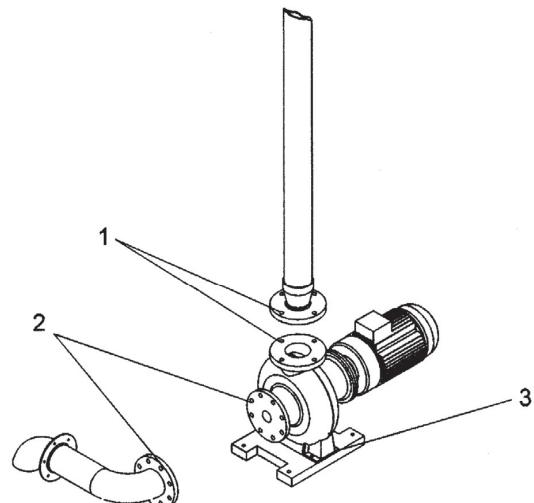

Fig. 47
- b) Dismounting the impulse pump: To dismount the impulse pump disconnects the flanges of the secondary circuit pipe (figure 47/1) of the suction pipe (figure 47/2) and the bedplate fastening (figure 47/3).
- b) Démontage de la pompe: pour démonter désaccoupler les brides des tubulures du circuit secondaire (figure 47/1) et des tubulures d'aspiration (figure 47/2) et les fixations du support (figure 47/3).